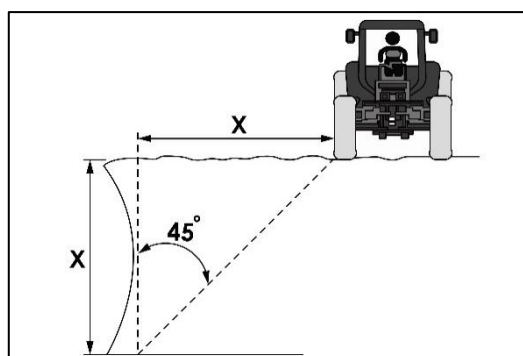

Fig. 112 - DISTANCE DU BORD
- Ne travaillez pas en bordure de fossés ou de talus, car ceux-ci risquent de s'effondrer. Le tracteur doit toujours se trouver à une distance du bord supérieure ou égale à la hauteur du talus ou du fossé (fig. 112).